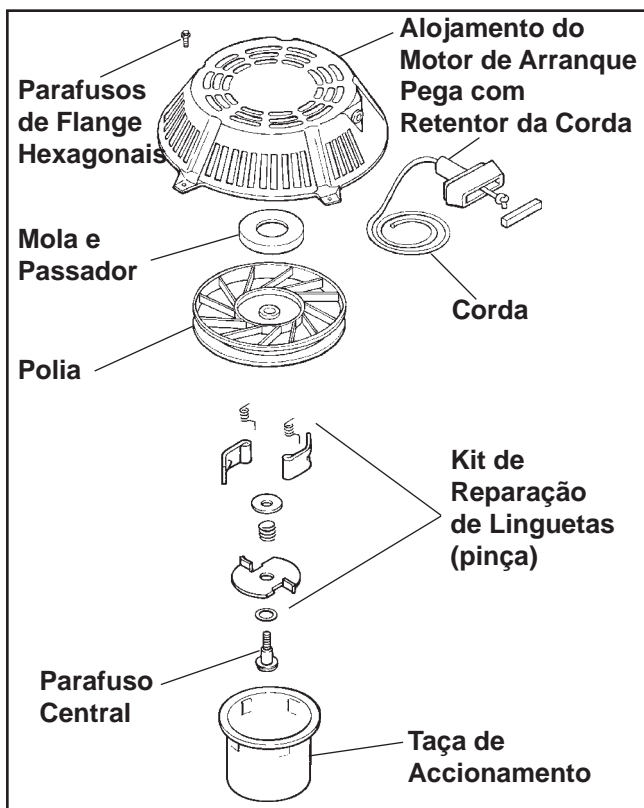

Figura 7-1. Motor de Arranque Retráctil – Vista Ampliada.
2. Substitua todos os componentes gastos ou danificados. Utilize apenas peças sobresselentes Kohler de origem, conforme especificado no Manual das Peças. Todos os componentes mostrados na Figura 7-1 estão disponíveis como peças de reparação. Não utilize peças que não sejam padrão.